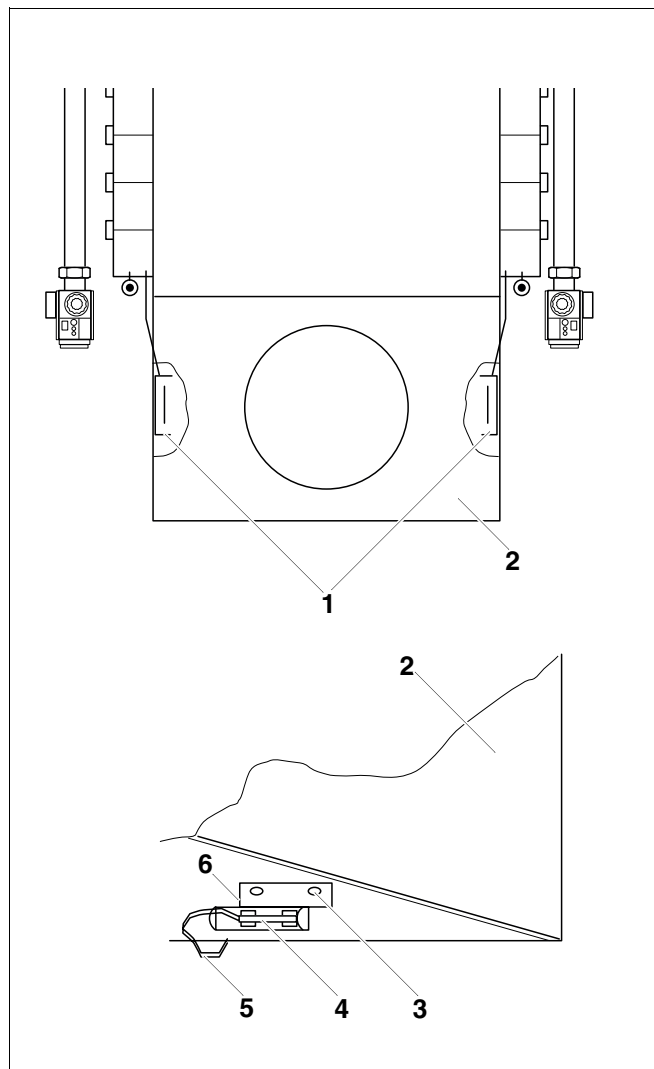

Рис. 70 Монтаж системы контроля дымовых газов
- Закрепить снаружи два держателя датчиков дымовых газов (рис. 70, **поз. 1**) слева и справа на внутренней стороне прерывателя тяги (рис. 70, **поз. 2**), вставив в предусмотренные для этого отверстия прилегающие болты (рис. 70, **поз. 3**).
- Провести провод датчика дымовых газов (рис. 70, **поз. 5**) по кабельному каналу к держателю.